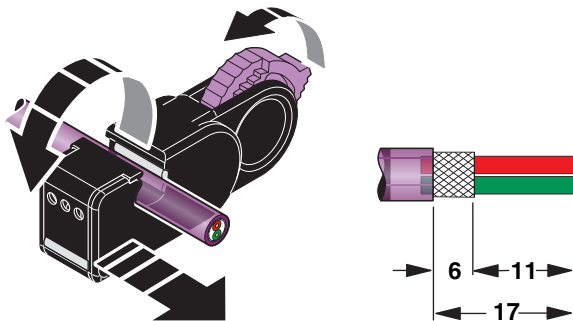

Bild 16 Abisolieren
Beachten Sie für eine sichere Funktion die empfohlenen Abisolierlängen gemäß Bild 16.
- Isolieren Sie das Kabel mit den angegebenen Abisolierlängen ab (siehe Bild 16).